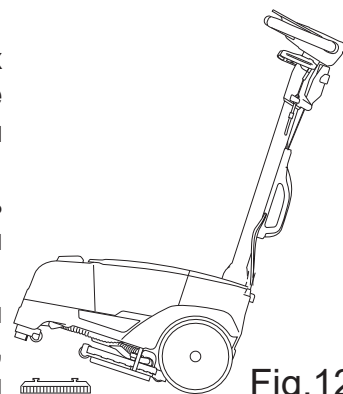

Fig.12
- Потяните за ручку, чтобы поднять переднюю часть машины, расположите кожух щетки над щеткой и опустите машину (рис. 12).
- Потяните за ручку, чтобы поднять переднюю часть машины (рис. 12).